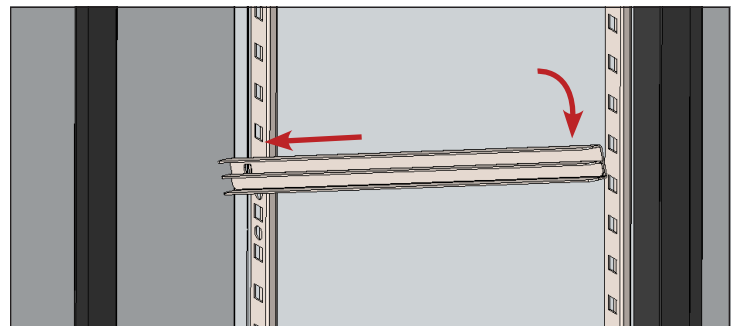

Abb. 2. Die Führungsstange für den Einlegeboden / die Einschubwanne in der gewünschten Höhe anordnen.
3. Die Überstände in die Aufnahmeöffnungen einführen und prüfen, ob der Einlegeboden bzw. die Einschubwanne waagrecht ist. Siehe Abb. 2.